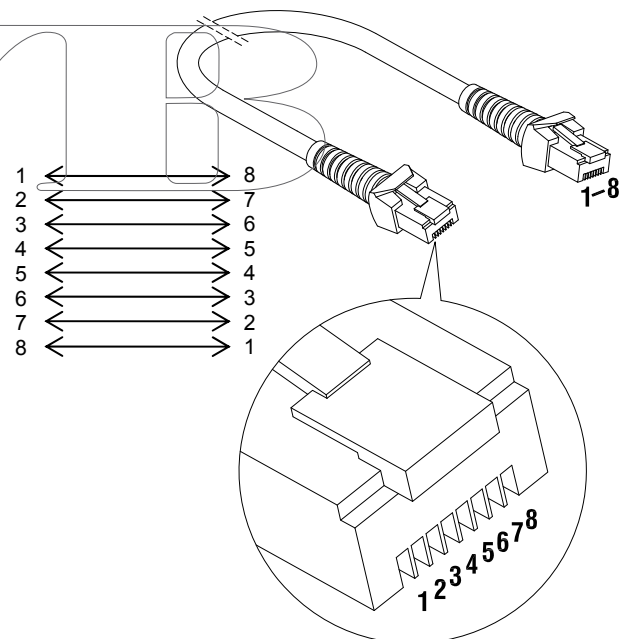

Figure 20: Câble de communication modulaire à 8 conducteurs. Fils croisés. Pour communication entre les deux Mass Combi (fonctionnement en parallèle)
- En cas de fonctionnement en parallèle (voir § 3.4) : Câble de communication modulaire à 8 conducteurs. Fils croisés. Longueur maximum : 15 mètres (voir Figure 20).